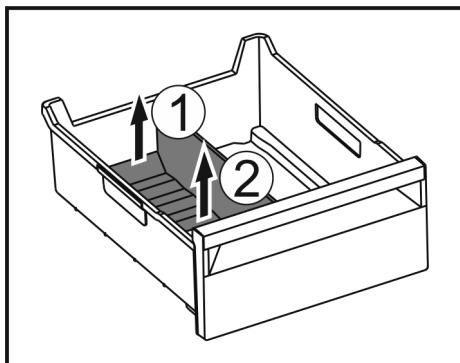

Fig. 249
- ▶ Podnieść tylną część separatora do szuflady na lód. Fig. 249 (1)
- ▶ Separator do szuflady na lód podnieść do góry. Fig. 249 (2)